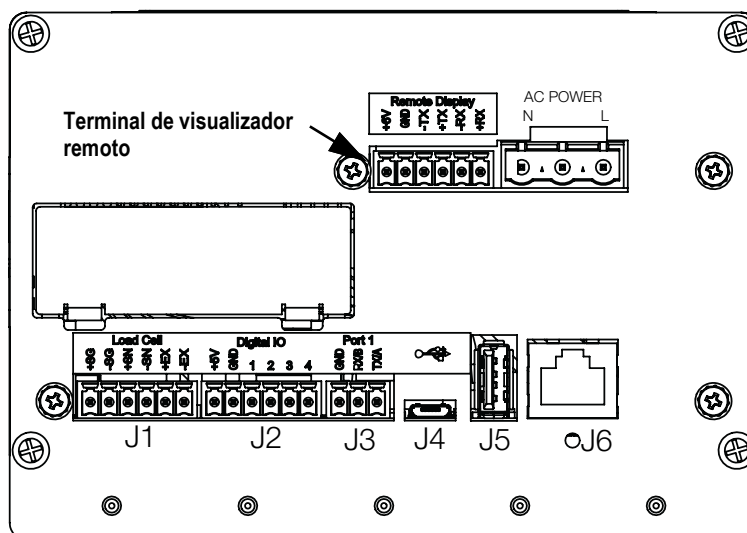

Figura 2-5. Montaje remoto del conjunto del controlador
Se requiere un conector de 6 clavijas (N.º de ref. 153883) para montar el conjunto del controlador de forma remota, consulte la Figura 2-5 para la ubicación del terminal y la Tabla 2-1 para las asignaciones de clavijas.